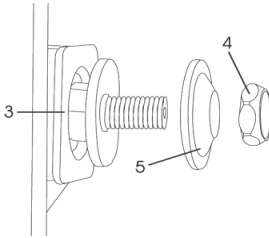
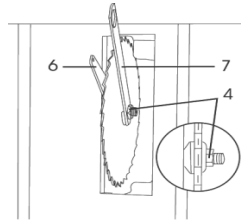

Fig. 16 – Retirando o flange do eixo para substituição da lâmina da serra
Fig. 17 – Montagem da lâmina da serra
- 4 - Trave o eixo (3) com a chave (6) e solte a porca de aperto (4) com a chave (7), em seguida remova a flange externa (5);
- 5 - Insira a lâmina no eixo da máquina (3) - os dentes da lâmina de serra devem estar voltados para a frente da máquina;
- 6 - Instale o flange (5), certifique-se de que o flange esteja bem encaixado, faça o aperto utilizando a porca (4); (5),
- 7 - Para dar o aperto final utilize as chaves (6) e (7), conforme fig. 16 e fig. 17;